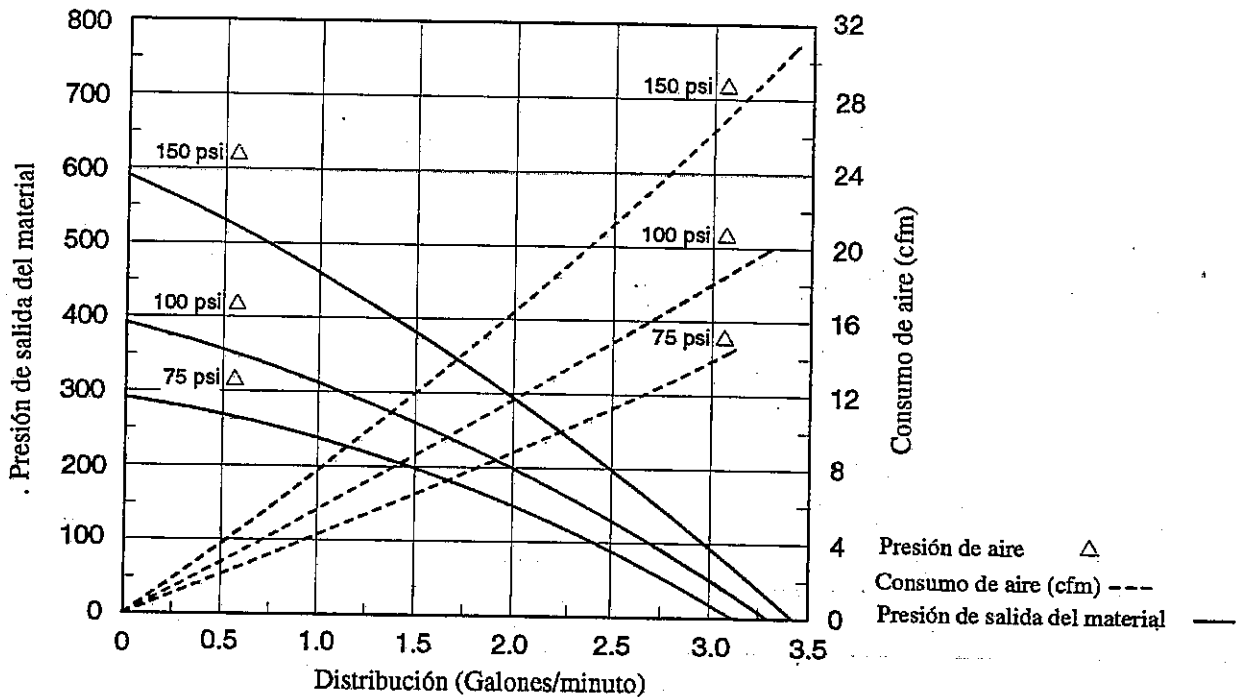

Figura 3 Relación entre la distribución, la presión de salida y el consumo de aire
* Información más detallada en la figura 3